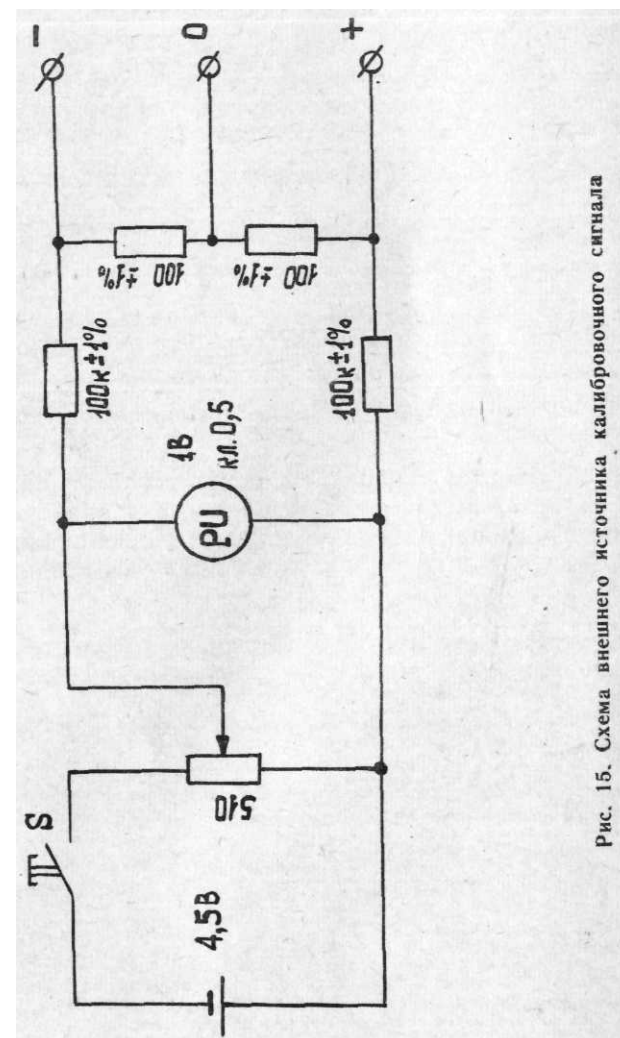

Рис. 15. Схема внешнего источника калибровочного сигнала
Подключите выводы кабеля отведений к гнездам внешнего источника калибровочного сигнала (рис. 15); желтый (L) к «+», красный (R) к «—», гнездо заземления «_L_» к «O» и установите по прибору PU напряжение 1В.